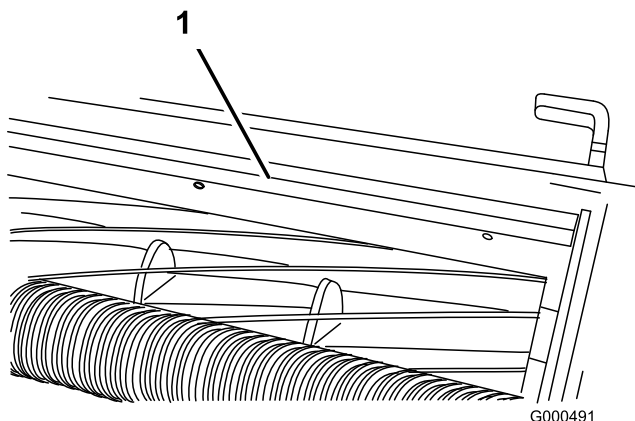

Figure 60
1. Desserrez les vis de fixation de la barre supérieure (Figure 60) au plateau de coupe.